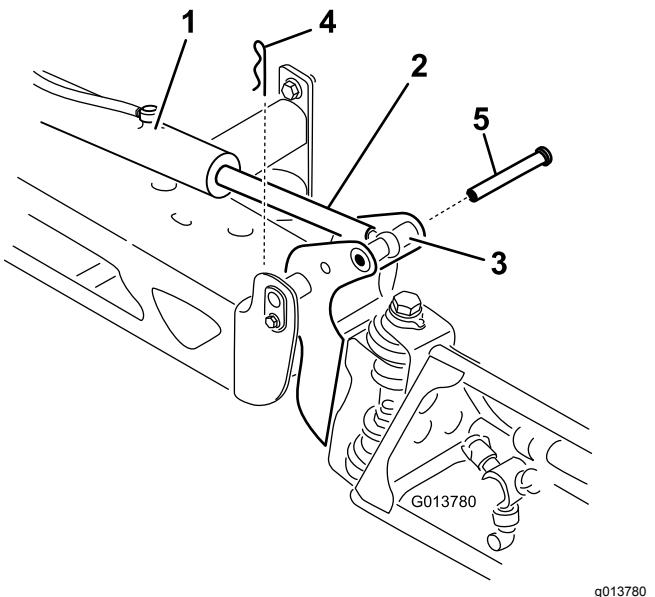

Figura 92
2. Retire el pasador de horquilla del pasador de giro (Figura 92).
3. Eleve el brazo, retire el pasador (Figura 92) y baje lentamente el brazo al suelo.
9. Sujetando el brazo, introduzca el pasador a través del pivot del brazo y del émbolo del actuador (Figura 92).